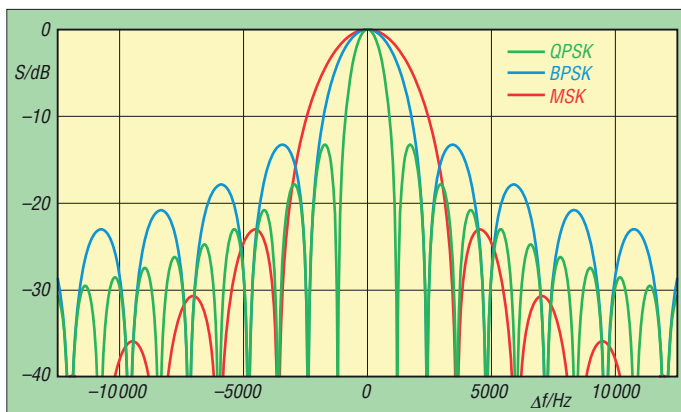

Bild 5: Belegte Bandbreite von QPSK, BPSK und MSK ohne vorherige Impulsformung bei gleicher Datenrate von 4800 Bit/s im 25-kHz-Raster
Bei der einfachen FSK und den davon abgeleiteten digitalen Modulationsarten (G)MSK kann bereits ein unmodulierter Dauerträger im Empfangsspektrum so stark stören, dass die FEC versagt. Der Störabstand ist von der Störfrequenz abhängig und im Mittel geringer als bei PSK. Eine Störung, die dagegen in die Nullstelle des HF-Spektrums (rote Kurve in Bild 5) fällt, beeinflusst die Decodierung im Idealfall nicht bzw. kann ohne Verluste im RX unterdrückt werden. Bei PSK ist der Störabstand dagegen frequenzunabhängig.
den. Weil dazu bei gleicher Datenrate die doppelte Zeit zur Verfügung steht, engt sich das erzeugte HF-Spektrum auf die Hälfte ein (siehe Bild 5). Weil dadurch die RX-Bandbreite halbiert werden kann, nimmt das aufgenommene Rauschen um 6 dB ab und man hat einen Gewinn an Empfindlichkeit. Dieser Vorgang lässt sich jedoch nicht beliebig fortsetzen, da das Nutzsignal bei geringerem Phasenhub ebenso abnimmt.
Bild 5 zeigt das sich ergebende Summenspektrum an Hand von nur vier Trägern ohne vorherige Impulsformung. Diese Art der digitalen Modulation wird als OFDM (*Orthogonal Frequency Division Multiplexing*) bezeichnet. Der Begriff *Orthogonal* steht dafür, dass die Trägerfrequenzen wie oben beschrieben gerade so gewählt sind, dass sich ihre Spektren gegenseitig nicht beeinflussen.
Bei entsprechender Impulsformung vor der Modulation könnten die in Bild 5 noch sichtbaren Überlappungen der einzelnen Teilspektren minimiert werden. Im besten Fall würde das Summenspektrum nur 9,6 kHz breit sein und selbst mit den ersten Seitenbändern immer noch sehr gut in einen 12,5-kHz-Kanal passen. Die deutlich gleichmäßigere spektrale Verteilung nutzt den Übertragungskanal bereits mit nur vier Trägern besser als eine GMSK aus.